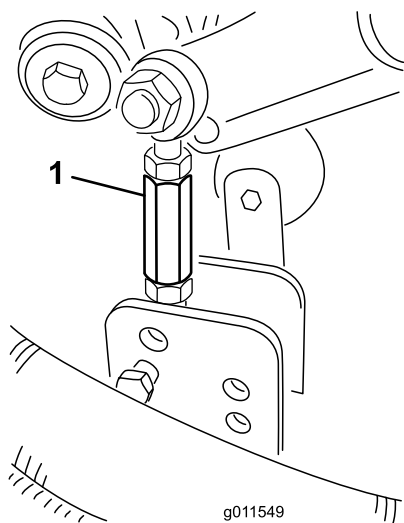

Bild 24
- Entfernen Sie die Splints und Lastösenbolzen, mit denen die Stoßdämpferlenker an den Mähwerkhalterungen befestigt sind (Bild 24).